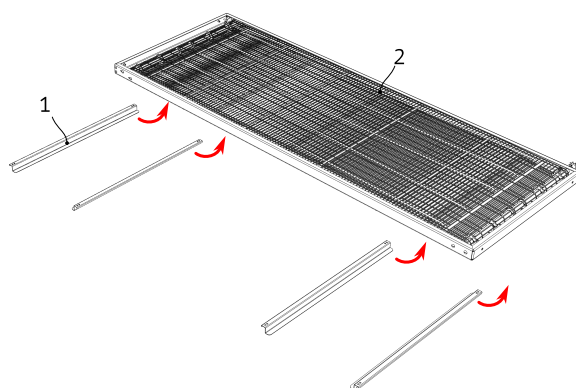

Рисунок 2
4. Прикрепите направляющие 1 к конвейеру 2, см. Рис. 2.